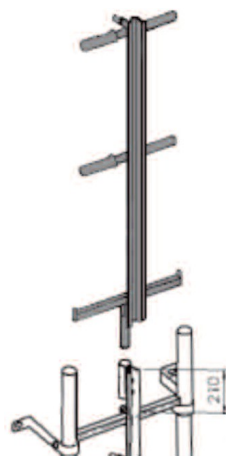
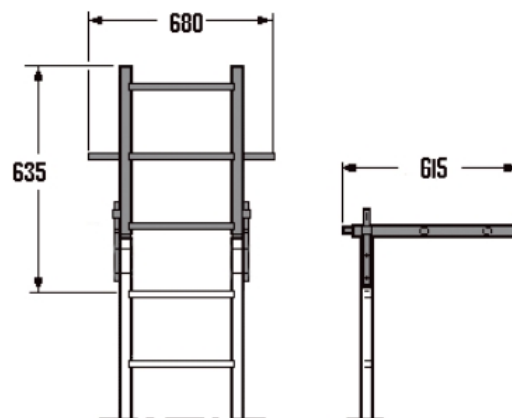

Fig. 58 MA
Fig. 59
- Pour les poignées de maintien rétractables sur la paroi de la cage d'ascenseur (illustr. 56) et pour le montage sur les montants d'échelle (illustr. 57), il faut tenir compte des instructions de montage MA 5007. Pour l'aide d'accès rabattable (fig. 59), il faut tenir compte de la MA 5042 et pour l'aide d'accès emboîtable pour le montage sur le rail de protection contre les chutes (fig. 58), de la MA 5112.